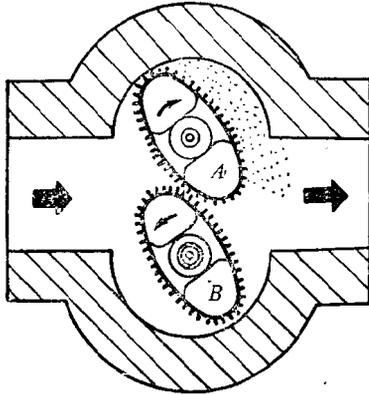

图1-5 椭圆齿轮式齿轮泵
2.非圆形齿轮的齿轮系 典型结构是椭圆齿轮式齿轮泵，如图1-5所示。